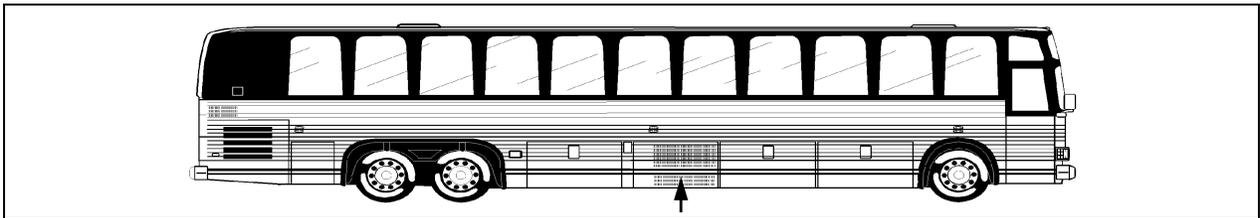

**Figure 3 :** Montage final des résistances dans le compartiment principal d'alimentation applicable aux véhicules H3, du W2219 jusqu'au X2809.
3. Percer deux trous de passage de 2-3 mm (3/32 po) de diamètre à l'aide d'une mèche « A » de telle façon que les résistances puissent être fixées à l'endroit illustré à la figure 3 ;
5. Brancher les résistances aux connecteurs C537 tel qu'illustré à la figure 3.